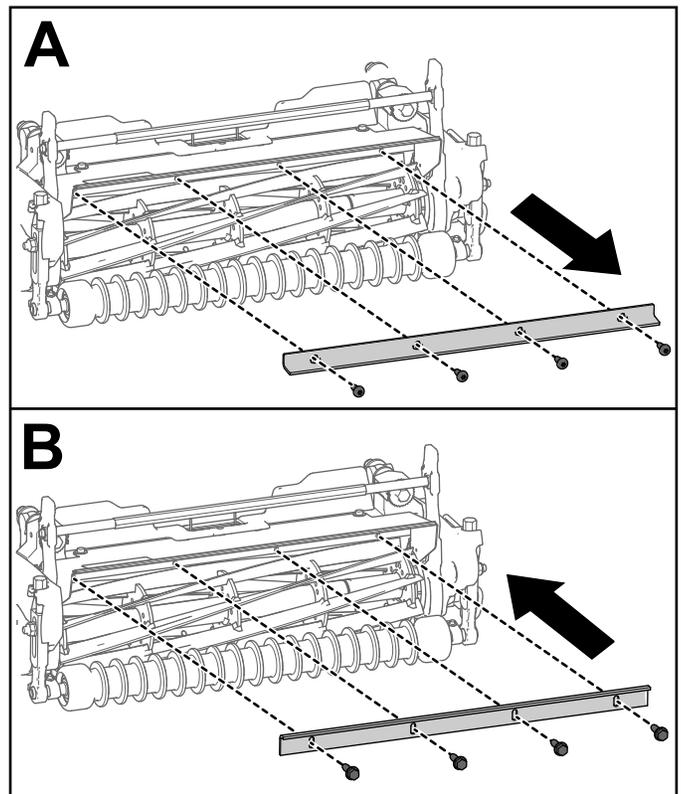

Bild 5
- Wenn die Schneideinheit Modell 04657 auf einer anderen Greensmaster 3300 oder 3400 Zugmaschine verwendet wird, entfernen Sie die Grasablenkleiste und ersetzen Sie diese durch eine Schnittleiste (Bestellnr. 115-3303-03) und vier Schrauben (Bestellnr. 131-6150), wie in Bild 5 dargestellt.